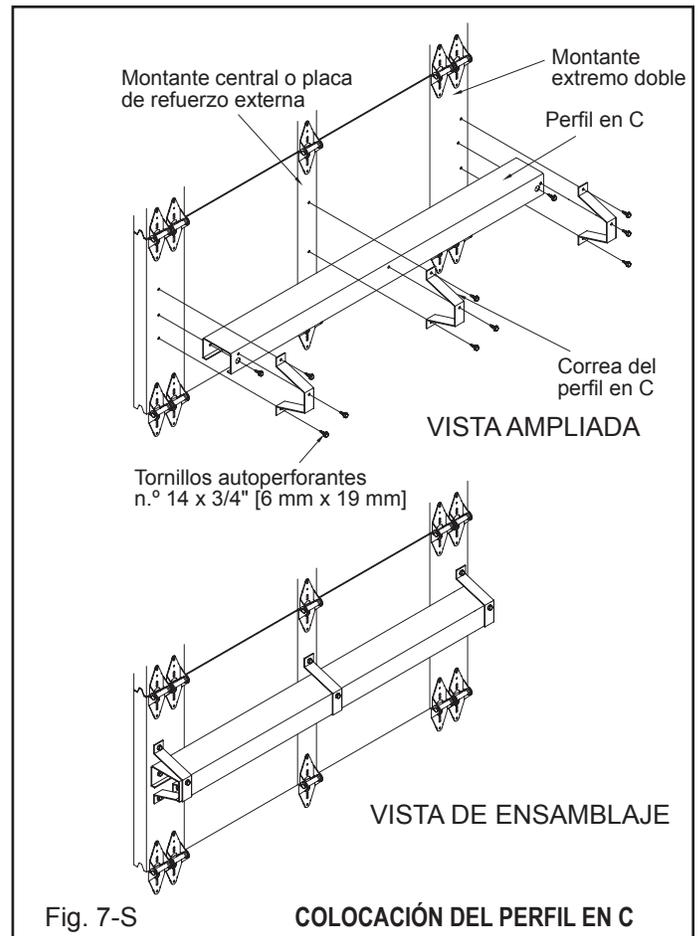

Fig. 7-S
Con la sección boca abajo en los caballetes de aserrar, coloque el perfil en C en la mitad de la sección, con el extremo abierto en dirección de la parte inferior de la sección. (Fig. 7-S)
Paso 1: Instalar el riel horizontal. Utilice las tuercas de brida y los pernos de riel de 1/4" x 5/8" [6 mm x 16 mm] para colocar el riel horizontal en el soporte en forma de bandera comercial. Utilice las tuercas de brida y los pernos con cabeza de hongo de 3/8" x 3/4" [10 mm x 19 mm] para colocar el ángulo horizontal en el soporte en forma de bandera comercial. (Fig. 7-T) Coloque temporalmente los soportes posteriores para el riel horizontal o utilice temporalmente una sogá para el riel horizontal.